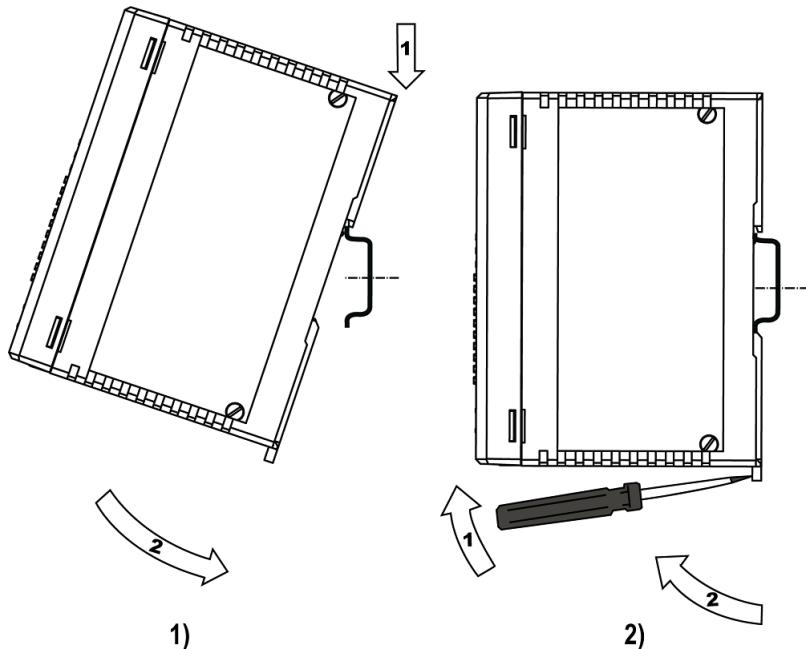

Рисунок 4.3 – Монтаж (1) и демонтаж (2) прибора
3. С усилием придавить прибор к DIN-рейке в направлении, показанном стрелкой, до фиксации защелки (см. рисунок 4.3).
Для демонтажа прибора следует (см. рисунок 4.3):